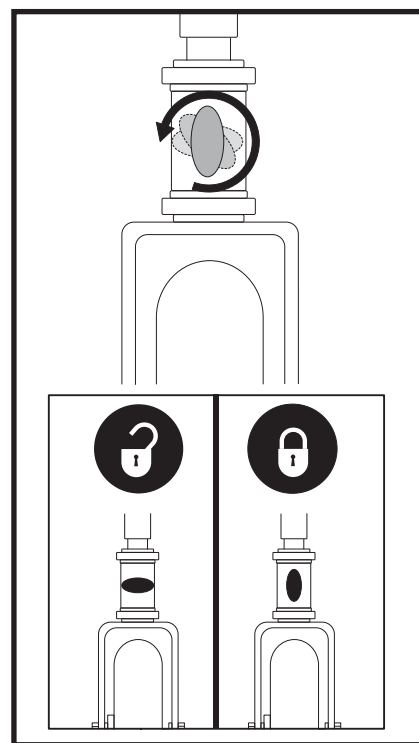

Figura 22. Manopola di blocco del manubrio (esclusivamente per il modello 104)
1. Estrarre la chiave dall'apposito interruttore. Per il modello 104, bloccare il manubrio in posizione diritta in avanti spingendo la manopola di blocco del manubrio e ruotandola in senso orario di 90°. **Vedere figura 22.** La ruota anteriore deve essere rivolta in avanti per bloccare il manubrio.